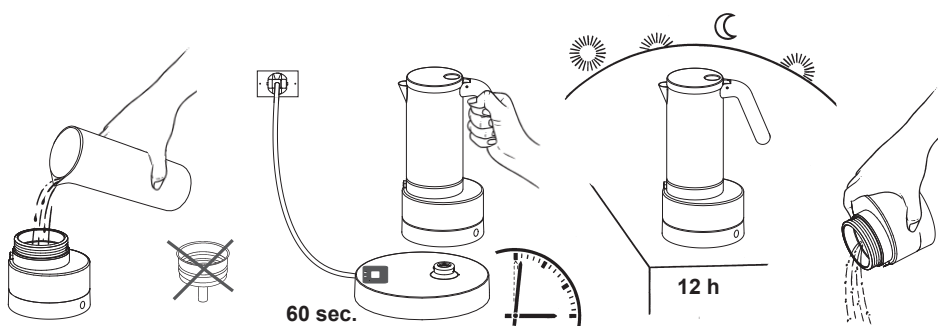

Fig. 19
- Kalk (kalciumkarbonat) är ett naturligt och ofarligt mineral som finns i vatten. Det kan dock sätta sig som en tunn och hård hinna på vattenbehållarens insida. Vid kalkavlagringar ska vattenbehållaren rengöras med vatten och vinäger. Ta bort kalken genom att hålla en blandning bestående av hälften vatten och hälften vinäger i vattenbehållaren. Sätt inte i filtertratten. Stäng mokabryggaren och placera den på bottenplattan. Värm upp mokabryggaren i max. en minut och lyft sedan bort den från bottenplattan. Placera den på ett lämpligt underlag i några timmar (gärna över natten). Öppna mokabryggaren när tiden har löpt ut, håll ut vätskan och avlägsna kalkresterna genom att skölja den flera gånger (fig. 19). Efter rengöringen fyller du mokabryggaren med endast vatten och låter vattnet koka upp. Upprepa ett par gånger så att eventuella rester av vatten- och vinägerblandningen försvinner som kan påverka smaken på kaffet.